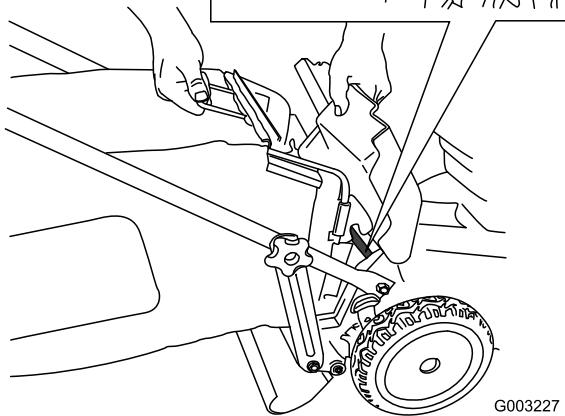

Bild 24
4. Setzen Sie den Korb auf die Klappenstange (Bild 24).